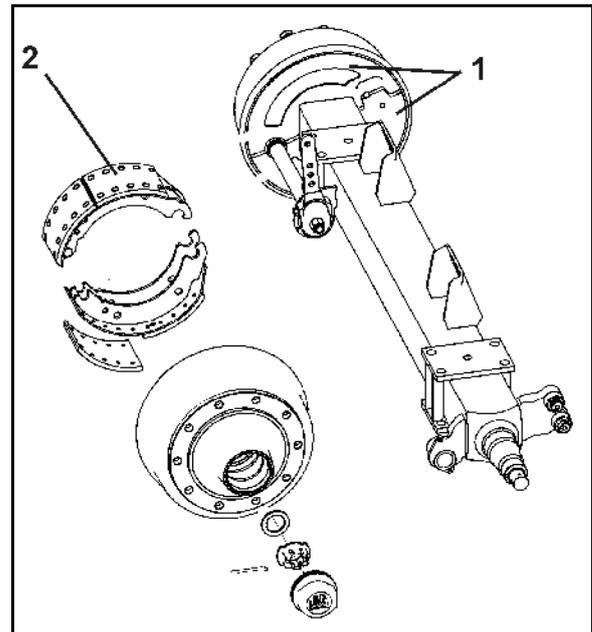

Fig. 133
1. Beide Abdeckbleche (Fig. 133/1) an der Innenseite der Bremstrommel abschrauben.
Eingedrungener Schmutz kann sich auf den Bremsbelägen (Fig. 133/2) absetzen und dadurch die Bremsleistung wesentlich verschlechtern.